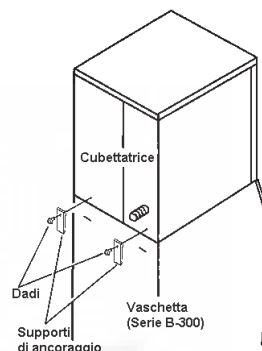

Fig. 2
4. Nella confezione contenente gli accessori, individuare i due supporti di ancoraggio e fissarli sull'apparecchio per vincolarlo alla vaschetta di deposito (v. Fig. 2).